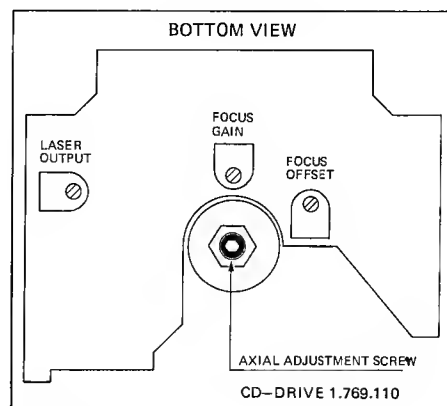

Fig. 4.13
- Mit Trimpotentiometer LASER OUTPUT (auf Laufwerk 1.769.100.35/.36, Fig. 4.13/.14) die Spannung an R63 auf 500mV +/- 50mV einstellen.